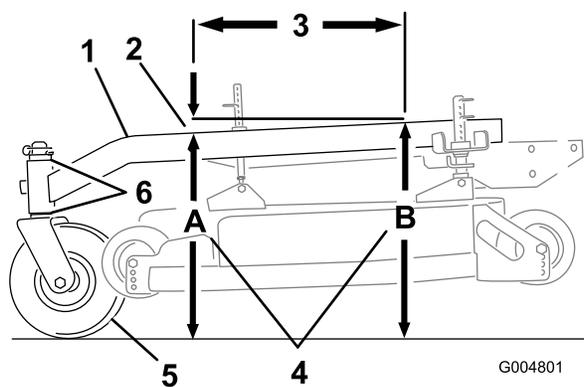

Figura 54
Il telaio portante deve avere un'inclinazione da 3 a 10 mm per la lunghezza di 61 cm sul telaio portante (Figura 54).
- Misurate la sporgenza di 61 cm sul telaio portante (Figura 54).
- Misurate l'altezza del telaio portante al punto **A** (Figura 54).
- Misurate l'altezza del telaio portante al punto **B** (Figura 54).
- L'altezza al punto **A** deve essere di 6-10 mm inferiore rispetto al punto **B** (Figura 54).
- Se il telaio portante non è inclinato correttamente, spostate i distanziali orientabili in modo da ottenere un angolo di inclinazione di 6-10 mm (Figura 54). Spostate i distanziali dall'alto o dal basso per ottenere l'inclinazione corretta.